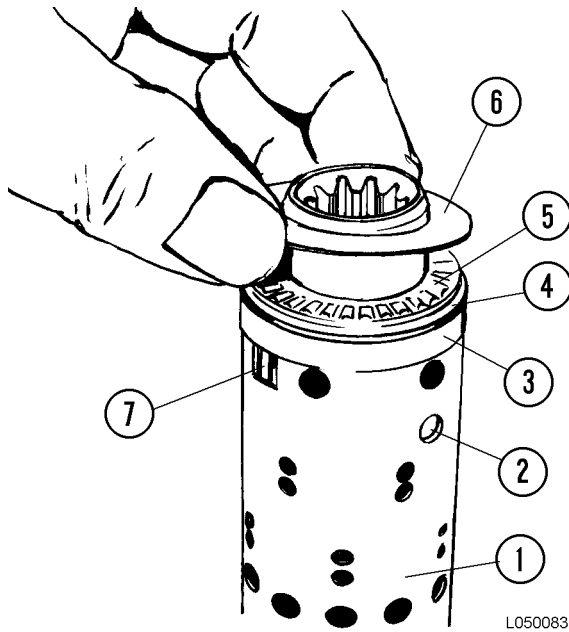

FIGURA 5-10. INSTALACIÓN DEL RODAMIENTO
6. Con los resortes de posición neutral (7, Figura 5-10) centrados en el carrete y en la camisa, instale el anillo (3), la pista del rodamiento trasero (4), el rodamiento de empuje (5) y la pista del rodamiento delantero (6), en ese orden. El biselado del rodamiento trasero debe quedar en dirección opuesta al rodamiento.